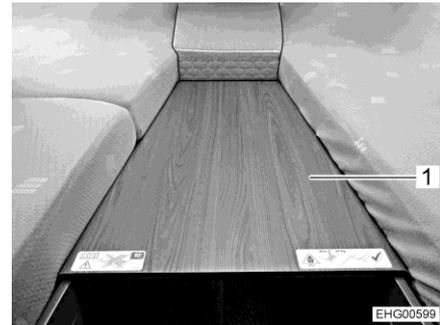

Fig. 120 Repisa larga (enganchada)
- ▷ No cargar la repisa larga (Fig. 120,1) con más que un máximo de 80 kg.
- ▷ Sólo usar la repisa larga (Fig. 120,1) con el cojín adicional puesto encima.
- Enganchar la repisa larga (Fig. 120,1) en el borde de las camas individuales.